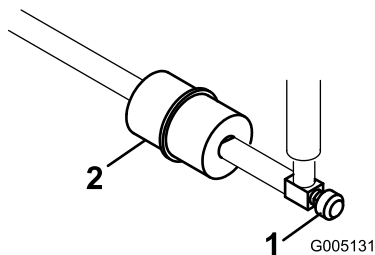

Figura 32
Il filtro del carburante in linea si trova nella linea del carburante tra il serbatoio del carburante e il carburatore (Figura 32).
1. Chiudete la valvola di intercettazione del carburante (Figura 32).
2. Posizionate una bacinella di spurgo sotto il filtro, allentate la fascetta stringitubo sul lato del carburatore del filtro e rimuovete la linea del carburante dal filtro (Figura 32).
3. Allentate l'altra fascetta stringitubo e rimuovete il filtro (Figura 32).